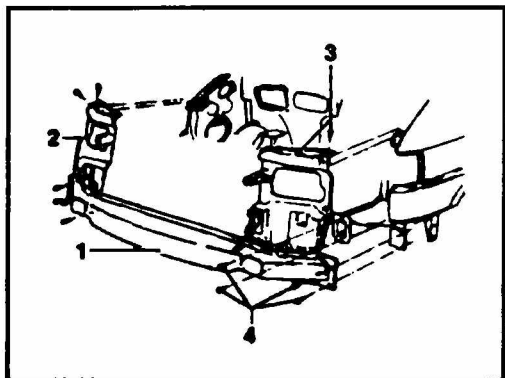

Рис. 10.11 Болты крепления передней поперечины кузова
◆ Отверните болты (3 и 4, см. рис. 10.11) крепления передней панели (1) и кронштейна фары (2).